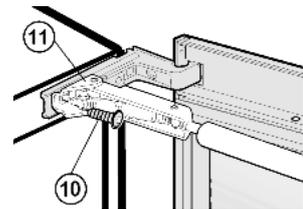

Fig. 6
- ▶ Svitare la vite anteriore Fig. 6 (10) dal supporto ammortizzatore di chiusura Fig. 6 (11).